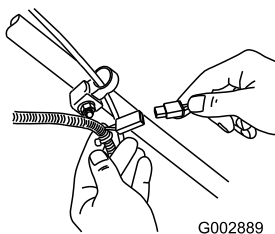

Рисунок 30
1. Подсоедините зарядное устройство к жгуту проводов, расположенному под кнопкой электрического запуска (Рисунок 30).